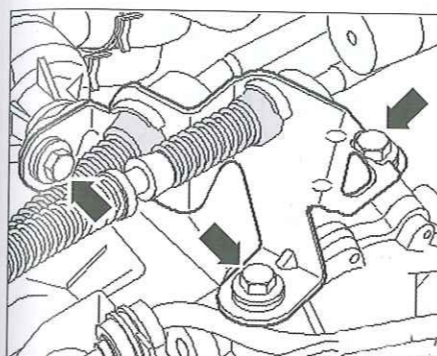

Fig. 12
- Desmontar el soporte intermedio de los cables de mando de selección de paso de las velocidades (Fig.12).